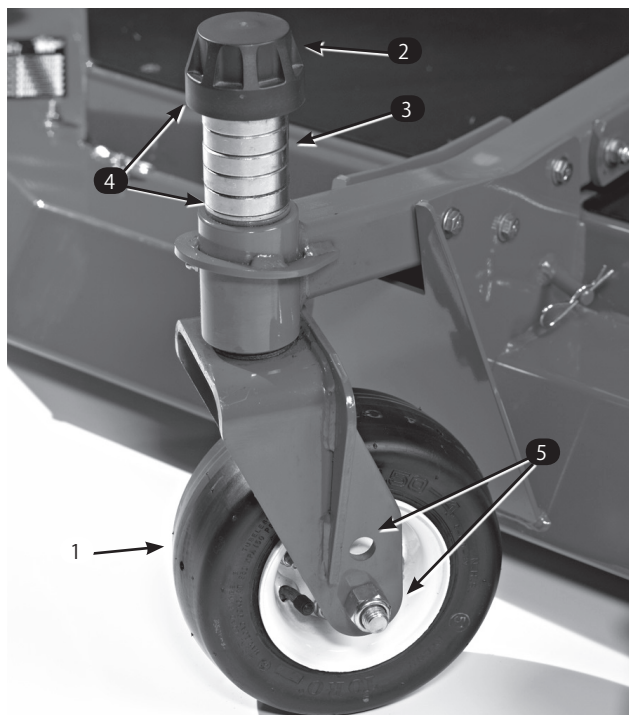

図16
11. ステッカーに表示されている刈り高になるよう、3mmのシムで調整する (図16)；「カッティングユニットのピッチの調整」を参照。